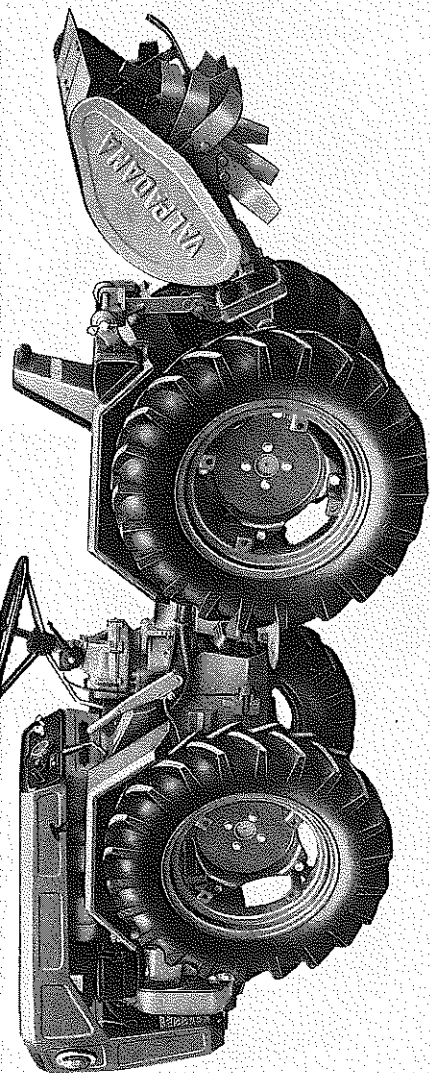

Fig. 34
- 1 - Fresa normale - fig. 34
- 1 - Standard rotary cultivator - Fig. 34
- 1 - Fraise normale - fig. 34
- 1 - Normalfräse - Abb. 34